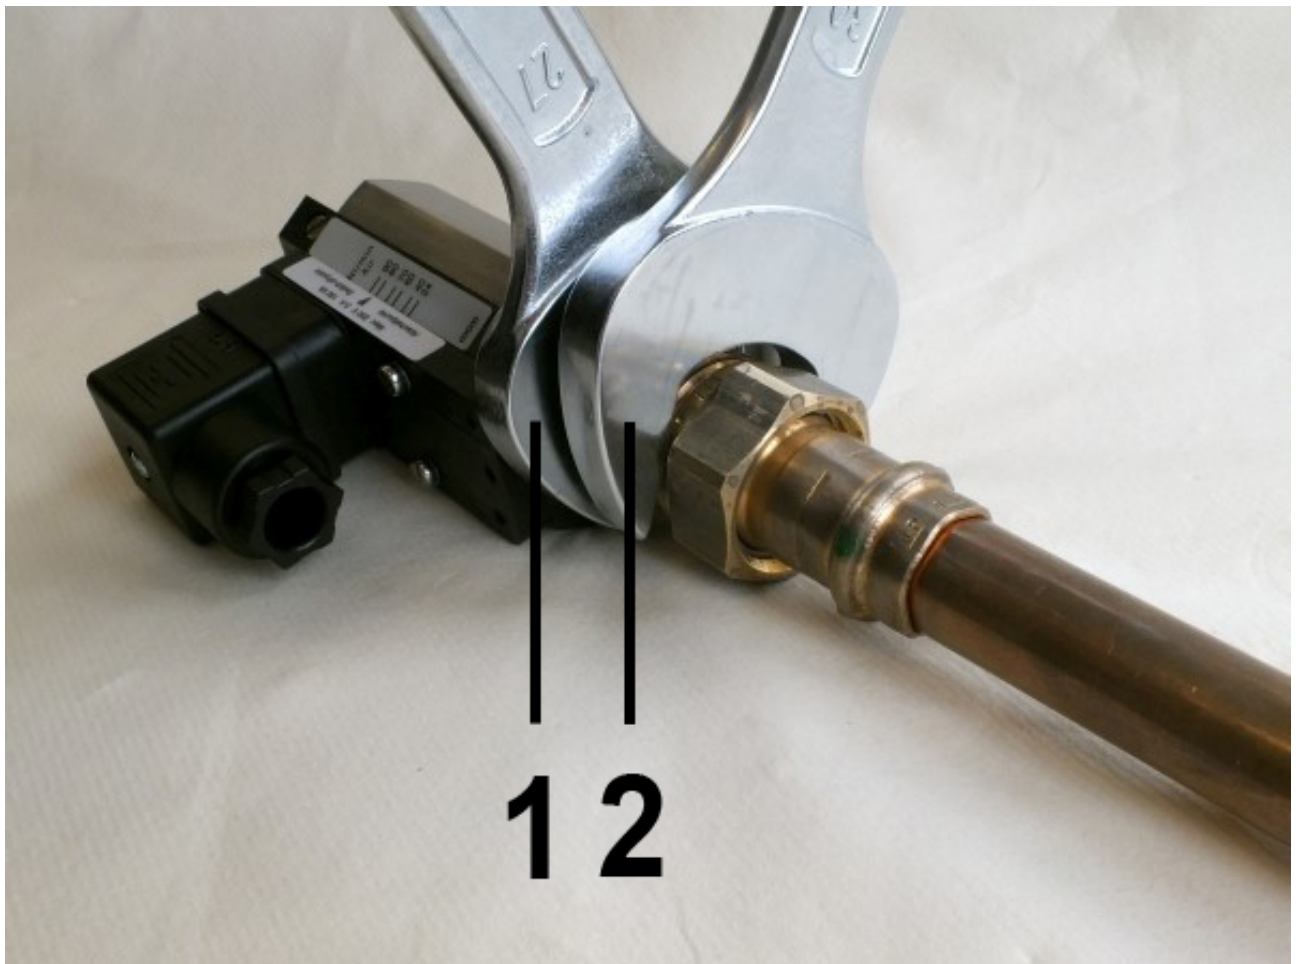

Abb. 10: Gerät einschrauben
2. ➔ Mit passendem Maulschlüssel (Abb. 10/2) die Übergangverschraubung der Rohrleitung eindrehen. Dabei den Gerätekörper mit einem passenden Maulschlüssel (Abb. 10/1) gegenhalten